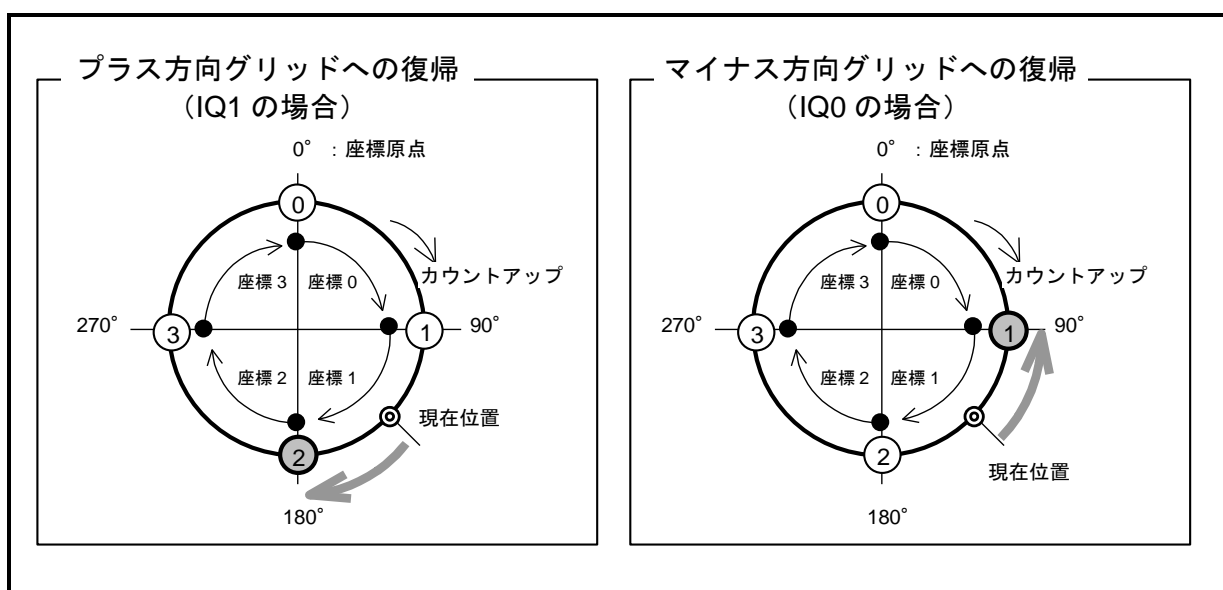

図 8-11：ユーザ単位位置決めによるグリッドへの復帰動作例
- 「図 8-11：ユーザ単位位置決めによるグリッドへの復帰動作例」の例では、現在位置は座標 1 の範囲にありますが、グリッド上にはありません。